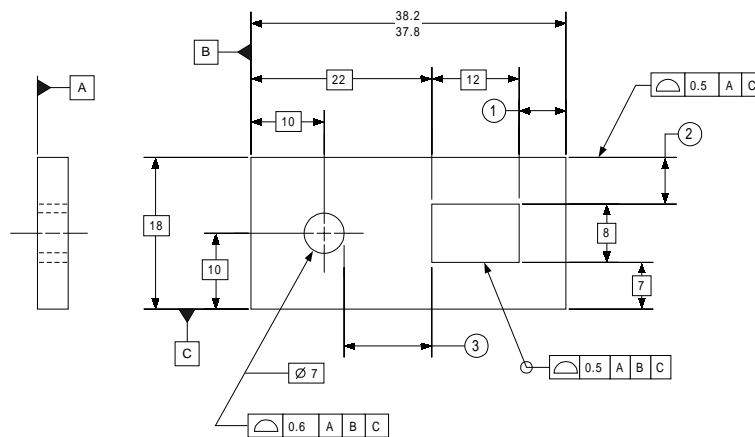

Figura 4
7. La distancia máxima ① en la figura 4 es ...
8. La distancia mínima ② en la figura 4 es ...
9. La distancia máxima ③ en la figura 4 es ...